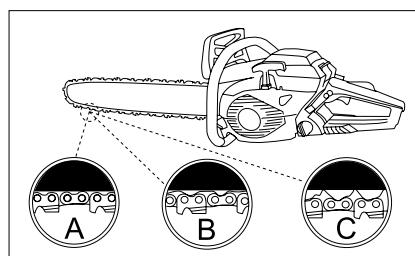

Fig. 10
Priviți fig. 10, unde este arătată întinderea corectă cu lanț rece (A), lanț fierbinte (B), precum și a lanțului întinderea căruia trebuie reglată (C).